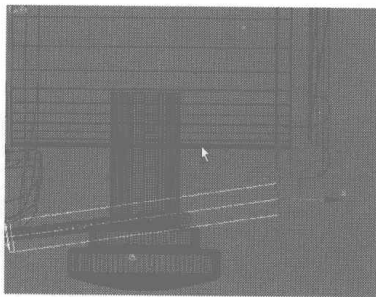
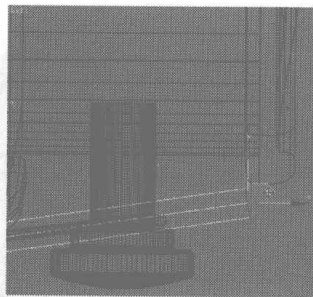
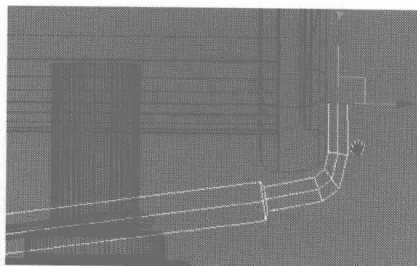

图 5.546
图 5.547
图 5.548
- 10 选择如图 5.546 所示的面，按 Delete 键删除。选择如图 5.547 所示的曲线，按住 Shift 键向外拖动，复制出如图 5.548 所示的边沿。